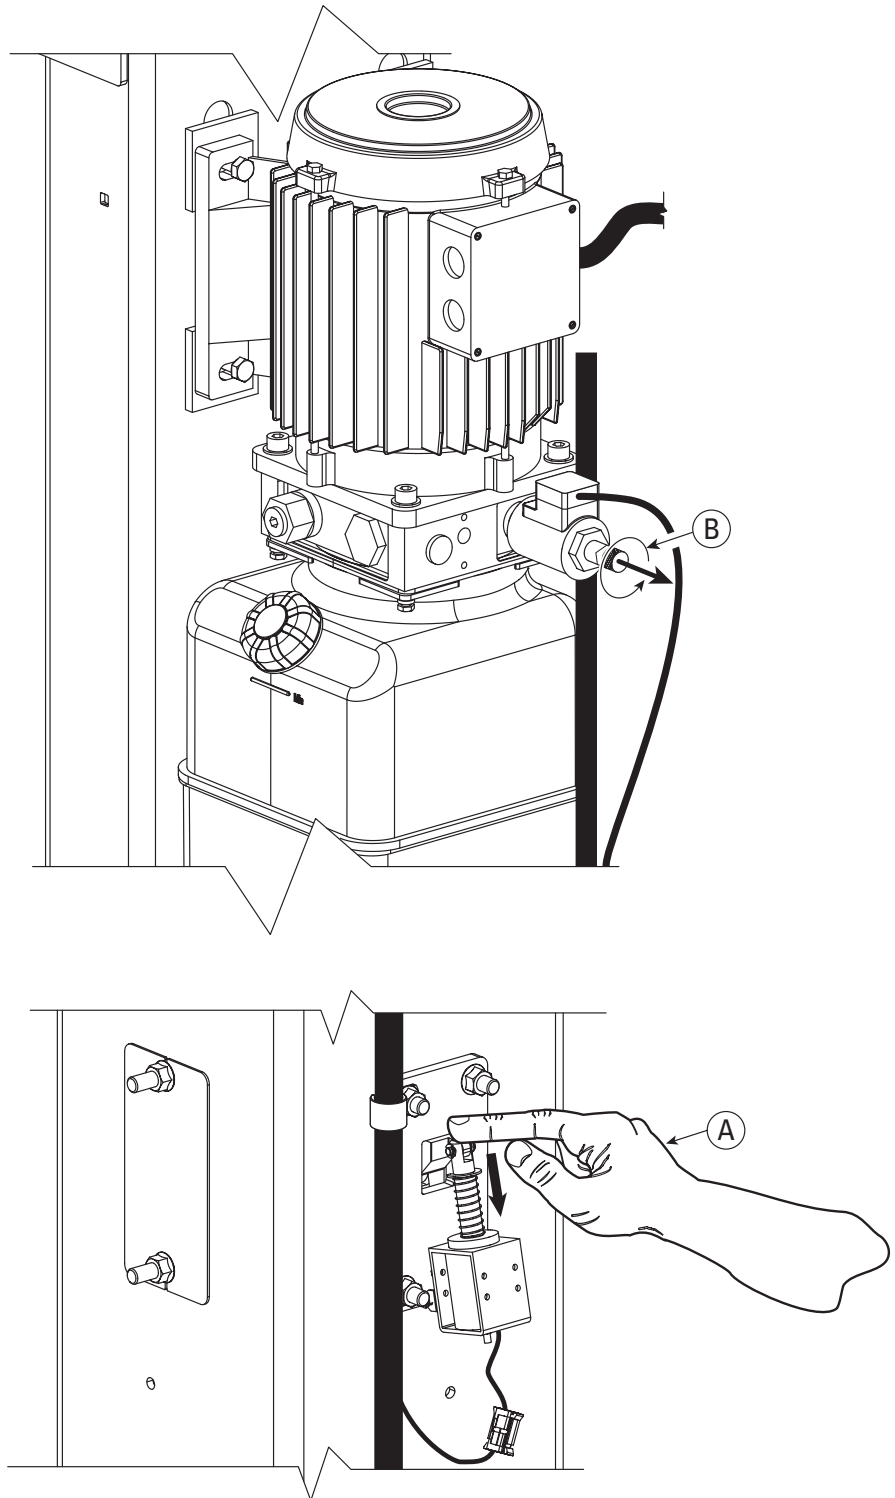

Fig. 7
- 3.) Retire la cubierta del control principal y la cubierta auxiliar. Presione hacia abajo el enganche en el punto en el que se conecta al solenoide (A), fig. 7. En caso de que no pueda presionarlo con los dedos, significa que el enganche no está fuera de los cerrojos de cierre. Repita el paso #2 hasta que el cierre esté desenganchado.
- 8.) Extraiga el tapón de la válvula de descenso y realice movimientos de torsión y extracción para bajar la plataforma de descenso (B), Fig. 7. La plataforma descenderá lentamente.